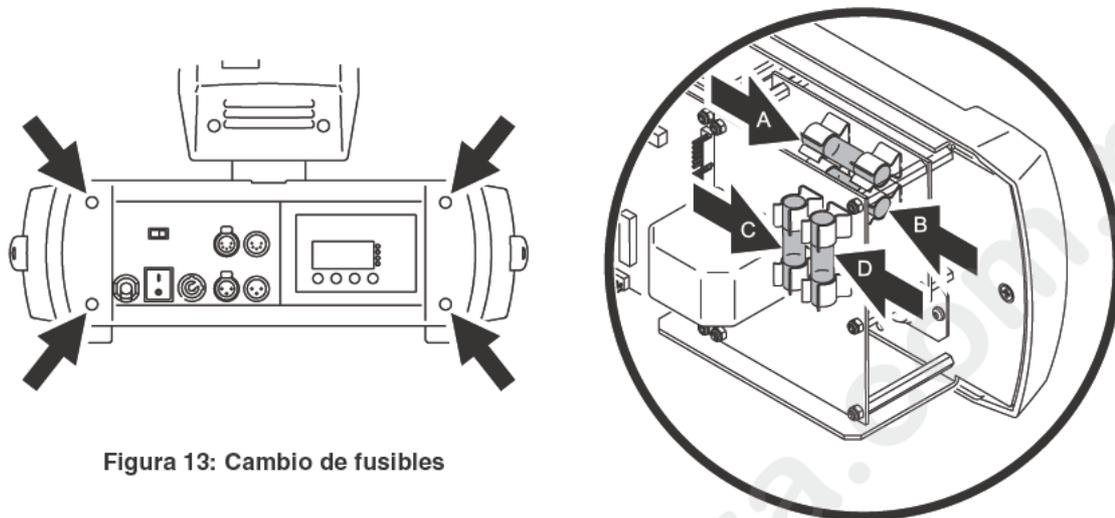

Figura 13: Cambio de fusibles
3. Ver Figura 13. Quitar los 4 tornillos (con flechas) de los extremos de la cubierta del panel de control y tirar de ella para extraerla de la base y tener acceso a las PCB.
4. Ver Figura 13. Los fusibles marcados como A y B protegen el circuito de alimentación de red. Los marcados como C y D protegen el circuito de alimentación del dimmer externo.